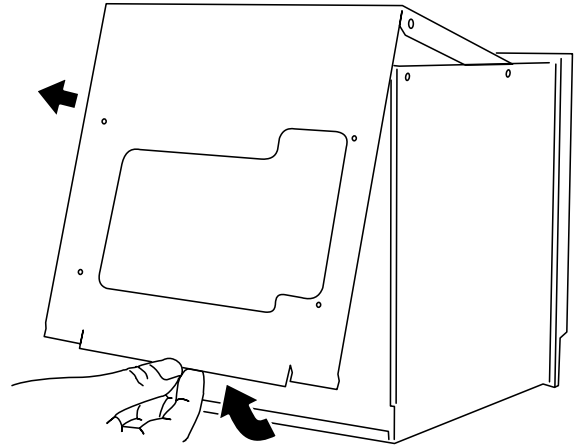

Figure 1.4.2b Dépose du capot
3. Une fois toute la visserie retirée, le capot peut être déposé en levant le bord inférieur vers le haut et vers l'extérieur (figure 1.4.2b).